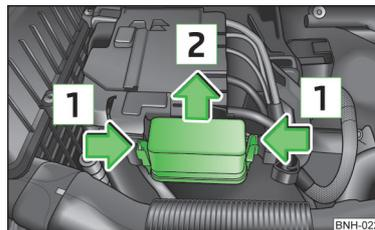
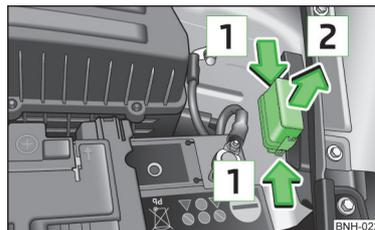

Fig. 167
Fig. 168
- Presionar al mismo tiempo las teclas de enclavamiento de la tapa en el sentido de la flecha **1** » fig. 167 o » fig. 168.